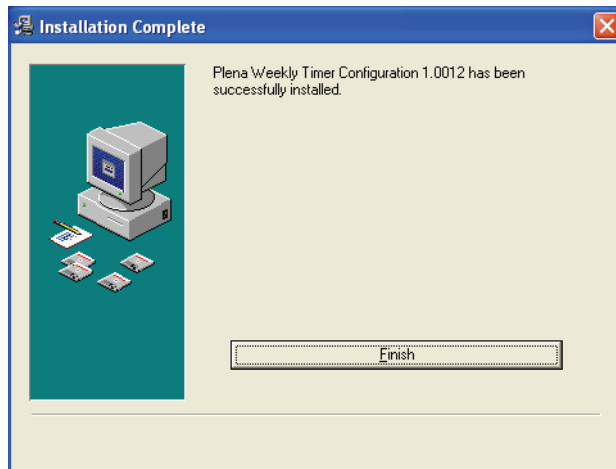

figura 8.6: Instalación finalizada
- 6 Espere hasta que la instalación haya finalizado. Se mostrará una ventana similar a la de figura 8.6.